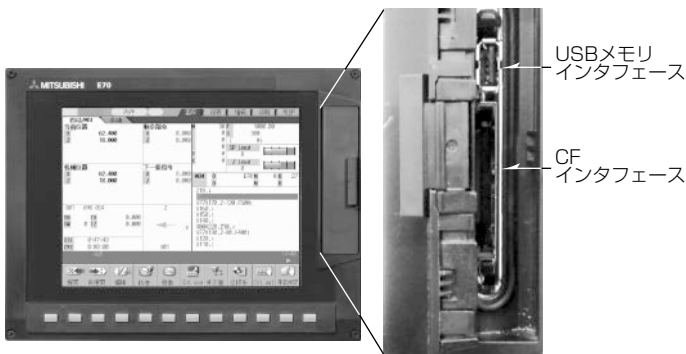

図1. 前面USBと前面CFインターフェース
- (1) 大容量プログラムの加工、データの入出力を容易に実現するために、パソコンと接続するEthernet^(注1)、前面USB(Universal Serial Bus)インターフェース、前面コンパクトフラッシュ(CF)^(注2)インターフェース(図1)を標準搭載した。
- (2) 旋盤用のシートキーをラインアップに新規追加した。
- (3) 最適コストパフォーマンスを提供するためにI/O点数を64/48点とし、上位機種よりも削減した。
- (4) 需要の多いインバータ主軸駆動に対し、アナログ出力を標準搭載した。
- (5) 省エネルギーと長寿命化を実現するために8.4型表示ユニットの液晶パネルにLED(Light Emitting Diode)バックライトを採用した。